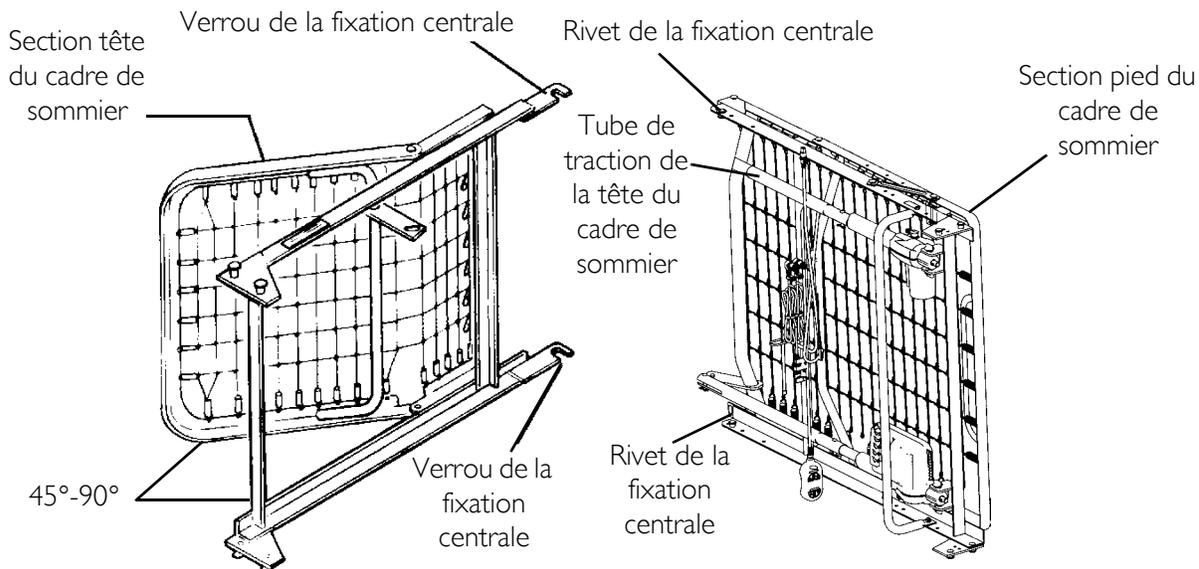
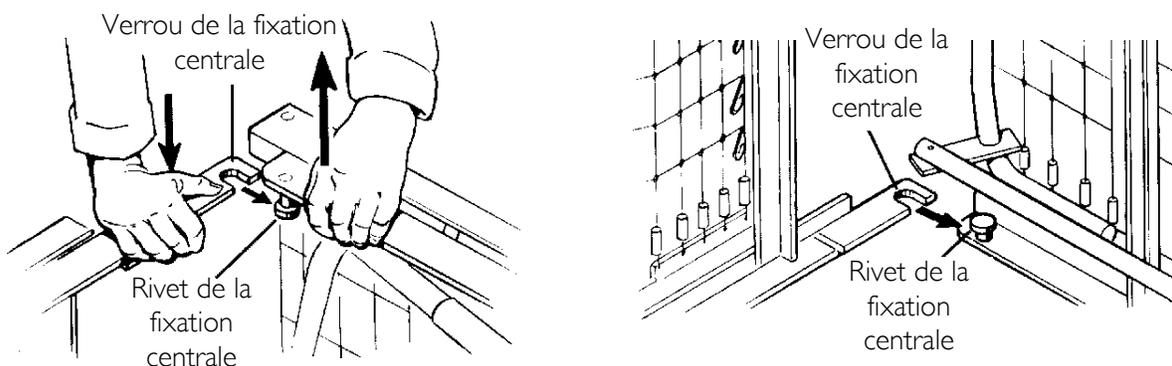

FIGURE 4.3 Installation
FIGURE 4.4 Installation
REMARQUE : Pour cette procédure, se référer à la FIGURE 4.3 et FIGURE 4.4, page 25.
2. Placer la section tête de lit sur le côté, à votre gauche, pour que les verrous de la fixation centrale se trouvent à droite. Se référer à la FIGURE 4.3.
3. Ouvrir la section tête de lit à un angle de 45° à 90° pour la soutenir. Se référer à la FIGURE 4.3.
- Placer la section pied de lit sur le côté à votre droite avec le tube de traction de la tête de lit au haut de l'ensemble. Les rivets de la fixation centrale devraient se trouver à gauche. Se référer à la FIGURE 4.3.
- Accrocher le verrou de fixation centrale inférieur de la section tête de lit sur le rivet de fixation centrale inférieur de la section pied de lit. Se référer à la FIGURE 4.4.
- Accrocher le verrou de fixation centrale supérieur de la section tête de lit sur le rivet de fixation centrale supérieur de la section pied de lit. Se référer à la FIGURE 4.4.